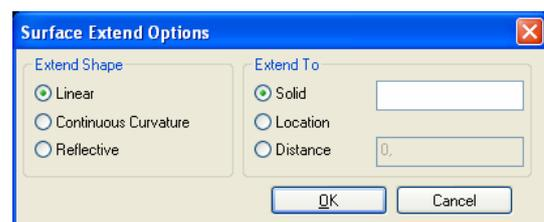

Рис.3.15. Диалоговая панель расширения СП
- **Extend...** (расширение): выбирается одно из ребер СП, на появившейся панели (см. рис.3.15) в секции „**Extend Shape**” (форма расширения) выбрать „**Linear**” (линейная) или „**Continuous Curvature**” (продолжение ис-